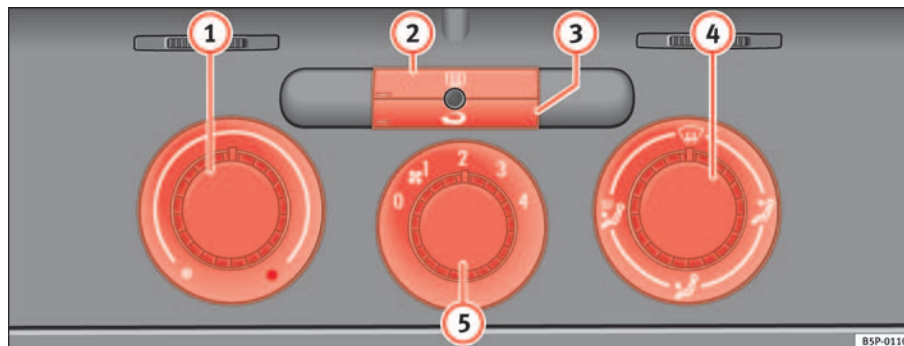

Fig. 123 Mandos de la calefacción en el tablero de instrumentos
- Con los reguladores ⇒ fig. 123 (1) y (4) y con el mando (5) se regula la temperatura, la distribución del aire y la velocidad de la turbina.
- Pulse la tecla (2) o (3) para activar o desactivar la función correspondiente. Cuando la función está activa, la ventana situada en la esquina inferior izquierda de la tecla se ilumina.